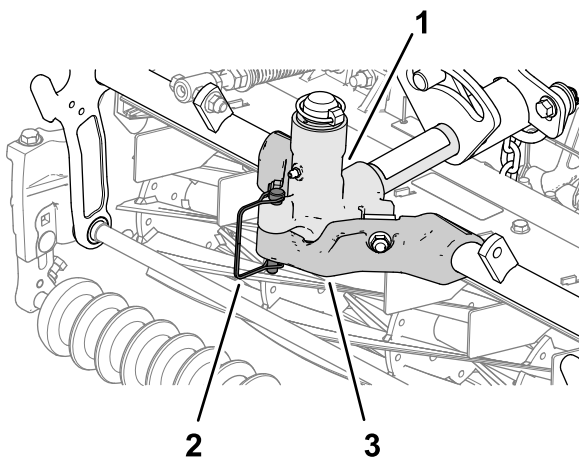

Figura 54
1. Fixați cadrul de susținere al unității de tăiere pe furca pivotului folosind tiflul de prindere conform Figura 54.